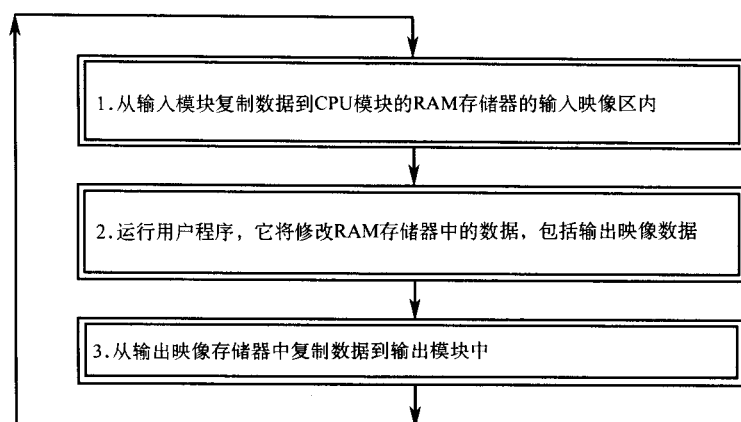

图 11-1 标准的 PLC 扫描循环
如图 11-1 所显示的那样，当 PLC 运行时①，标准的 PLC 操作系统引起 PLC 执行一个三步扫描循环。这种扫描循环的最初设计目的就是让 PLC 能够快速地执行控制程序，并且能够持续的按一定时间间隔响应。在每次程序执行时，同时读所有的输入和写所有的输出要比它们分开单独执行效率更高。一致的程序重复时间使得预测控制系统如何响应变得更容易。这种扫描循环仍然是值得考虑的，尽管它有一些不受欢迎的缺点：
① 现代 PLC 扫描循环可能也包括处理串行数据通信的步骤，并且有几款 PLC 允许步骤顺序的更改。在这一章，假定使用三步扫描循环。